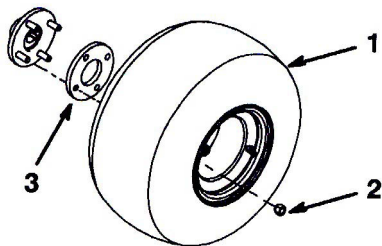

図2
2. 各ハブにホイールを取り付ける(図2;1つのホイールにラグナット4個) ホイール・ナットを61-75 N.m (6.2~7.6 kg.m) にトルク締めする。